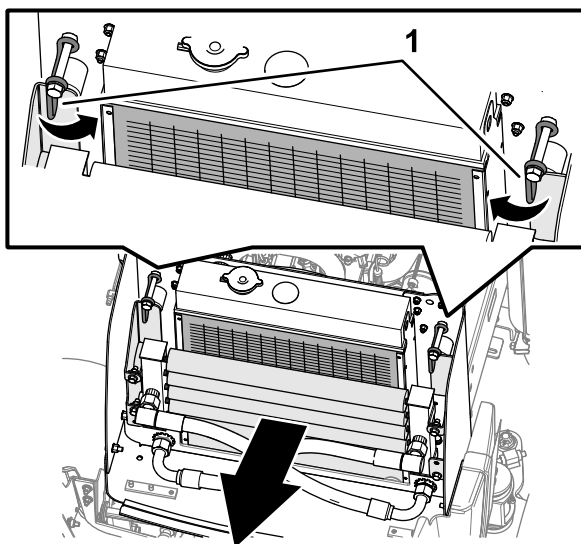
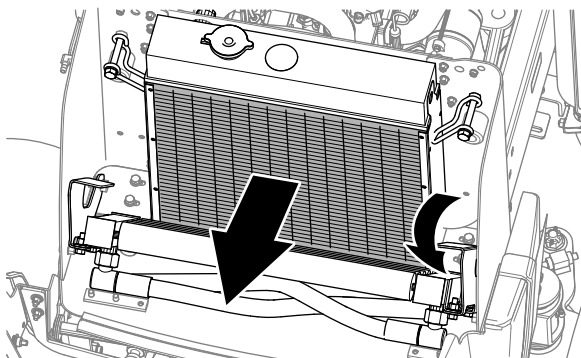

Figure 78
Figure 79
6. Nettoyez le refroidisseur d'huile à l'air comprimé basse pression (3,45 bar) (Figure 78).
7. Tournez les attaches du refroidisseur d'huile vers l'intérieur et faites pivoter le refroidisseur (Figure 78 et Figure 79).
8. Nettoyez le radiateur à l'air comprimé basse pression (3,45 bar) appliqué du côté ventilateur (Figure 79). Répétez cette procédure à l'avant du radiateur, puis recommencez du côté ventilateur. Nettoyez soigneusement les deux côtés du refroidisseur d'huile.